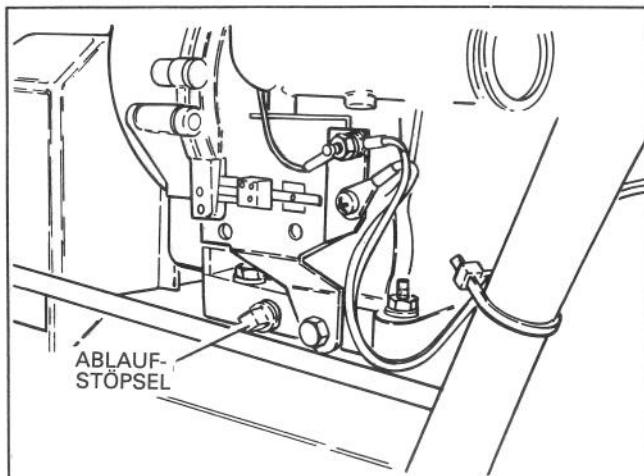

Abb. 3
- Den Ablaufstöpsel links vom Motor abnehmen (Abb. 3) und ihn an der rechten Seite wieder anbringen.